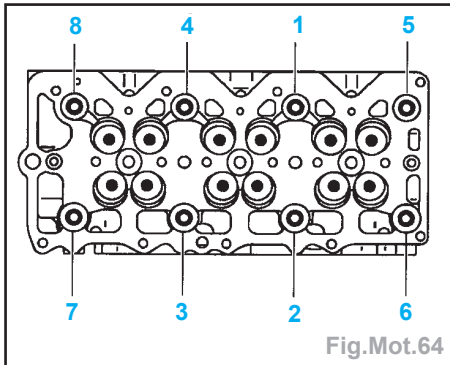

Fig.Mot.64
- Effectuer le serrage des culasses (voir tableau et Fig.Mot.64).